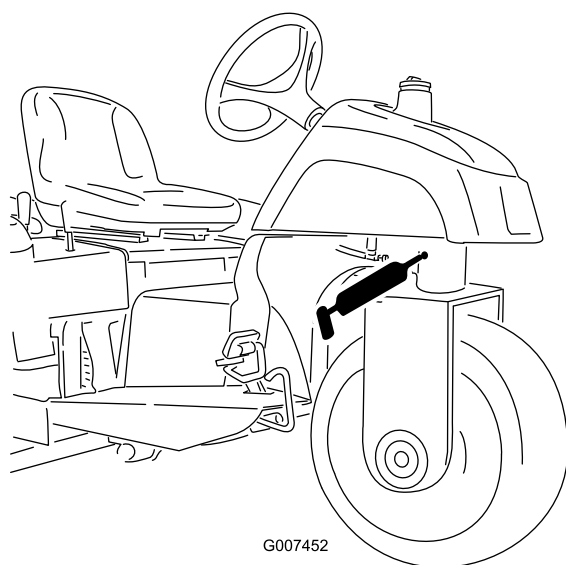

図 25
- ・ ステアリング・ピボット（図 25）
**注** ステアリング・ピボットの注入部（図 25）は面一フィッティングなので、グリスガン用ノズル・アダプタが必要です。 パーツ番号は P/N 107-1998； ご注文は Toro 代理店へ。